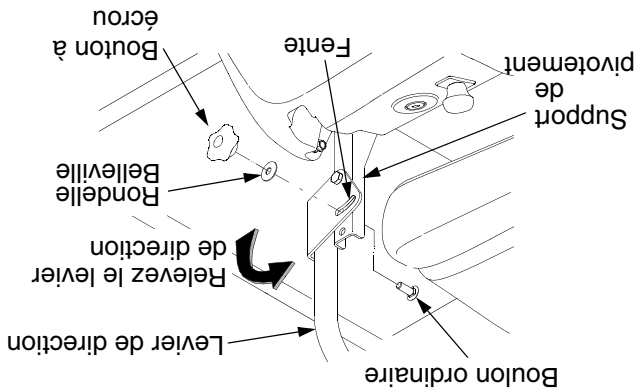

Figure 2
- Enlevez le bouton à écrou, la rondelle Belleville et le boulon ordinaire de l'un des supports de pivotement. Voir la Figure 2.
- Redressez le levier de conduite jusqu'à ce que la fente du support soit alignée avec l'un des trous du support de pivotement. Voir la Figure 2.
- De l'intérieur, enfoncez le boulon ordinaire dans le support de pivotement et dans la fente du levier de direction. Voir la Figure 2.
- Glissez la rondelle Belleville sur le boulon ordinaire, puis filetez le bouton à écrou sur le boulon. Serrez le bouton à fond pour maintenir le levier de direction temporairement. (Voir la Figure 2). Consultez la section « Réglage des leviers de direction » dans le Chapitre 3 pour les instructions concernant le réglage définitif des leviers.